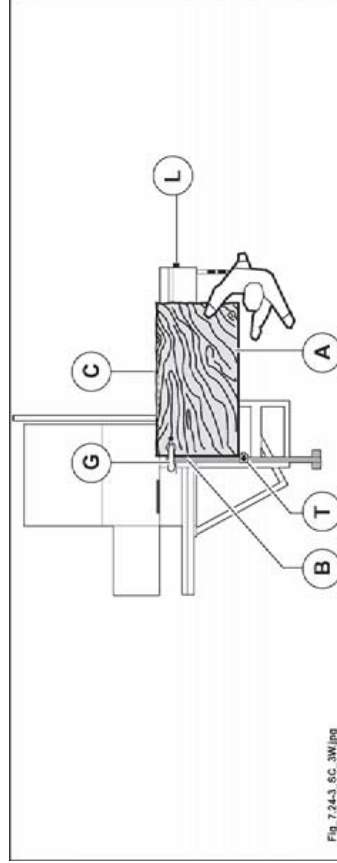

Abb. 7.24-3
- Schiebetisch ganz rechts vorstellen (siehe Abb. 7.24-3) und Hebel (L Abb. 7.24-3) festklemmen. (w/2.24.3.00)
- Platte um 90° wieder drehen, die besäumte Seite (B Abb. 7.24-3) gegen Alu-Lineal und Seite (A Abb. 7.24-3) gegen Anschlag (T Abb. 7.24-3) (der auf das gewünschte Schnittmaß eingestellt ist) legen, Platte durch Spannarm (G Abb. 7.24-3) festspannen, Schnitt (C Abb. 7.24-3) vornehmen.